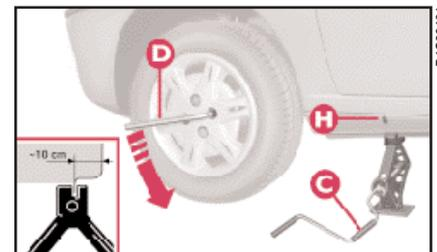

fig. 3
5) Placer le cric en face du repère H (fig. 3) à proximité de la roue à remplacer et à une profondeur de 10 cm environ vers le centre de la voiture (fig. 3).